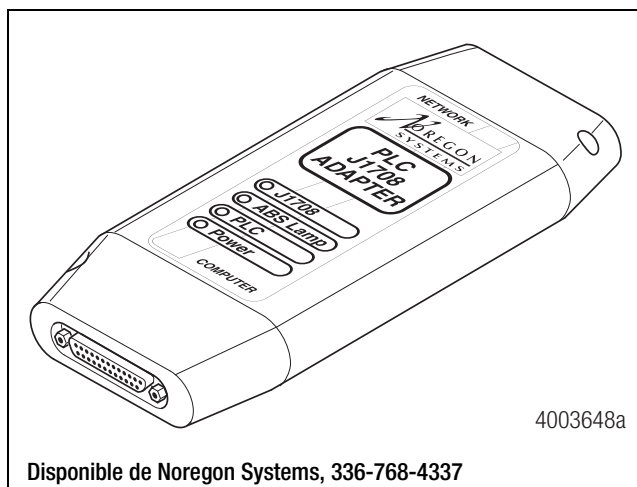

Figura 2.6
- Se utiliza como probador de semirremolque/tractocamión para asegurar que la comunicación PLC esté funcionando correctamente. Figura 2.6.